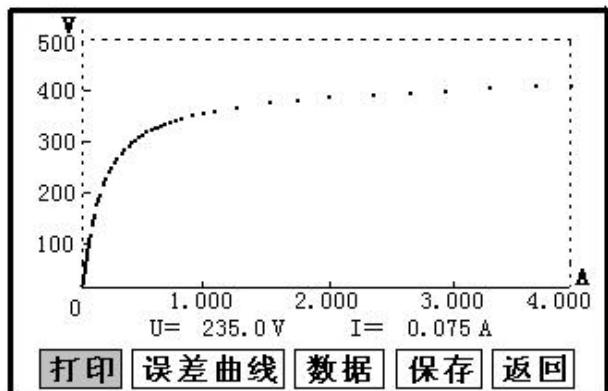

图 7
接线图见（图 6），测试仪的 K1、K2 为电压输出端，试验时将 K1、K2 分别接互感器的 S1、S2（互感器的所有端子的连线都应用开）。合上功率开关，设置完毕按“开始”键后，再按下“确定”键，即可进入试验界面。试验开始后仪器将自动升压、升流并在界面上实时显示电压、电流值。当实际电压、电流值达到设置输出电压或输出电流值时试验结束，调压器回零后，切断电压输出，显示拐点电压、电流值，并绘出伏安特性曲线图。（见图 7）
试验结束后，屏幕显示出伏安特性测试曲线（见图 7）。该界面上各操作功能如下：
- 误差曲线：在图 7 的界面中，将光标移至“误差曲线”选定后，屏上
如果用户想查看或转存其中的某一个记录，可以将光标移动到该组记录，点击后液晶屏上会显示此记录的伏安特性曲线，如图 7 所示，在此界面下，用户可以打印，计算误差曲线，查询拐点、数据等功能。